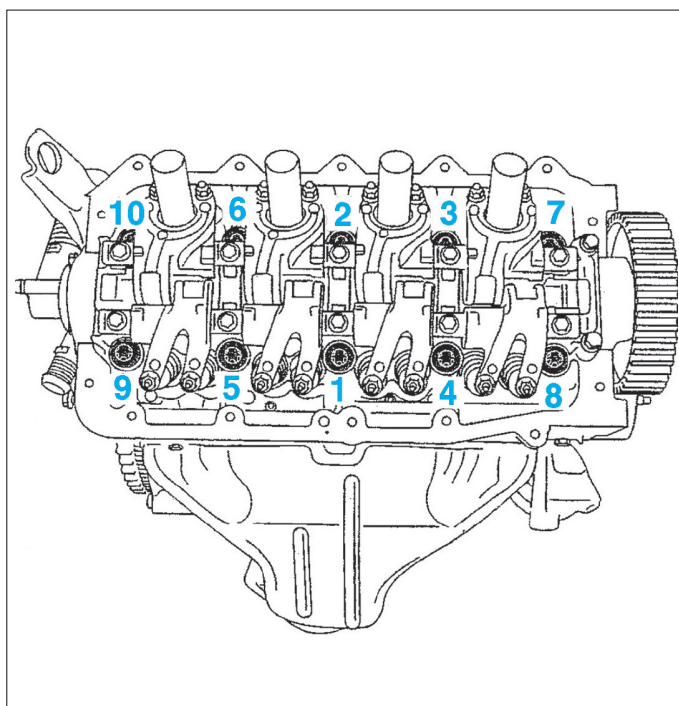

Fig. 52
- Effectuer le serrage de la culasse dans l'ordre et au couple préconisé (Fig.52).